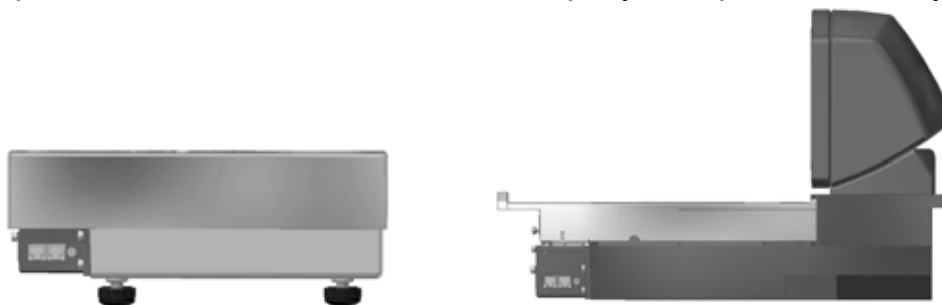

Рисунок 11. Весы Штрих VM100 и Штрих VM100M
1. Убедитесь, что грузоприемная платформа пуста (см. Рисунок 11) и весы находятся в режиме автоноля (показания дисплея при отсутствии груза в режиме автоноля показаны на рисунке 12). Если грузоприемная платформа пуста, но на дисплее отсутствует флаг автоноля, необходимо нажать клавишу АВТОНОЛЬ, при этом показания дисплея должны соответствовать показанным на рисунке 12. Если после нажатий клавиши АВТОНОЛЬ флаг автоноля не появляется, весы требуют сервисного обслуживания